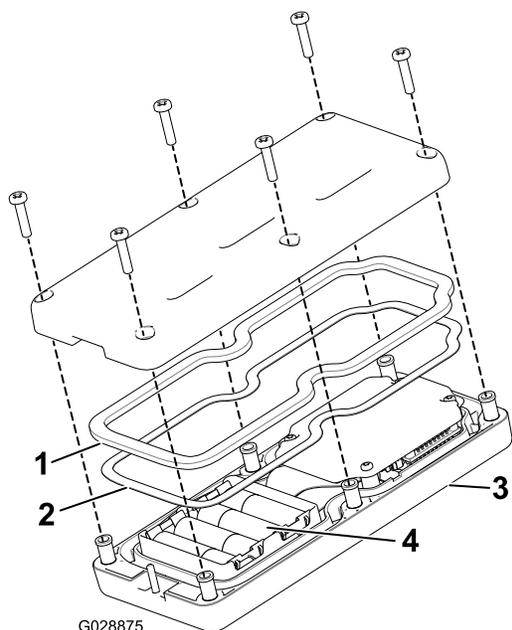

Рисунок 37
3. Отверните 6 винтов в задней части пульта дистанционного управления и снимите крышку (Рисунок 37).
5. Вставьте все новые элементы питания в соответствующие гнезда, соблюдая полярность. (Если батарейки будут установлены неправильно, устройство не будет повреждено, но и не будет работать.) В каждом гнезде имеется тиснение с обозначениями полярности клемм (Рисунок 37).
6. Если вы случайно удалили резиновое уплотнение и стальную прокладку, осторожно установите их обратно в канавку ручного пульта дистанционного управления (Рисунок 37).
7. Установите на место крышку, закрепите ее с помощью 6 ранее снятых винтов (Рисунок 37) и затяните их с моментом 1,5–1,7 Н·м.